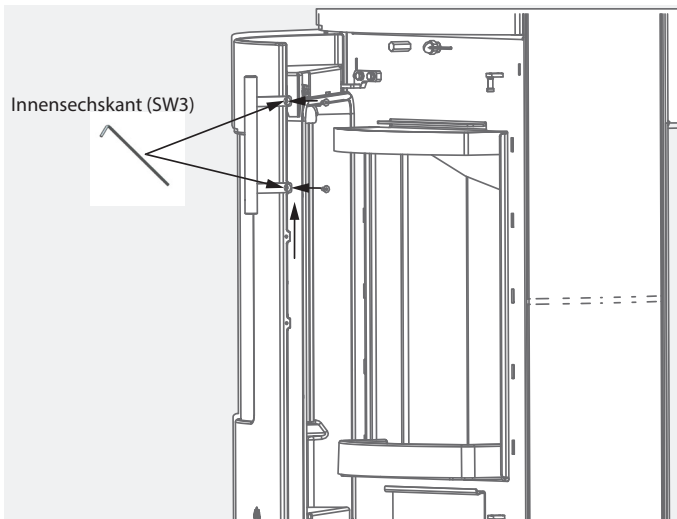

Abb.2.5 Griffmontage an neuer Position
- Positionieren Sie den Griff an der neuen gewünschten Position und richten Sie ihn an den dafür vorgesehenen Gewindebohrungen aus. (siehe Abb. 2.5)